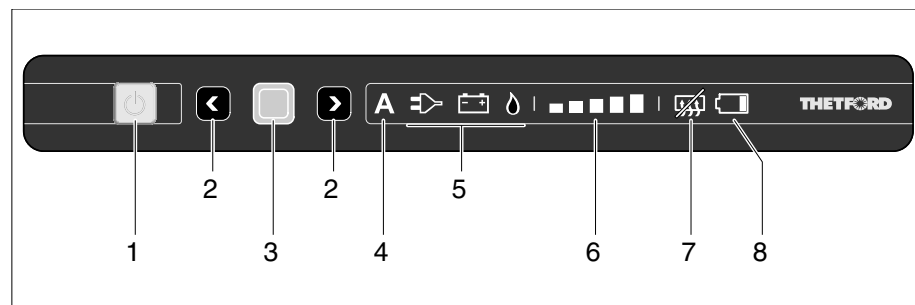

Fig. 337 Elementi di comando e di segnalazione per il frigorifero (Thetford senza SES)
- Premere il tasto (Fig. 337,1). Il pulsante si accende in verde. Premere di nuovo il pulsante per visualizzare le impostazioni correnti.
- Premere il tasto (Fig. 337,1) e tenerlo premuto. Tutte le lampade si spengono.
Se è selezionato il funzionamento automatico, nel quadro comandi sono accesi l'indicatore del funzionamento automatico (Fig. 337,4) e la miglior fonte disponibile (Fig. 337,5).
- Premere il tasto di conferma (Fig. 337,3) e mantenerlo premuto. I simboli delle modalità di funzionamento (Fig. 337,5) iniziano a lampeggiare.
- Con i tasti di selezione (Fig. 337,2) selezionare il funzionamento a gas ed applicare la selezione con il tasto di conferma (Fig. 337,3).
- Con i tasti di selezione (Fig. 337,2) selezionare il funzionamento a 230 V ed applicare la selezione con il tasto di conferma (Fig. 337,3).
- Con i tasti di selezione (Fig. 337,2) selezionare il funzionamento a 12 V ed applicare la selezione con il tasto di conferma (Fig. 337,3).
- Premere di nuovo il tasto di conferma (Fig. 337,3). L'indicatore dello stadio di raffreddamento (Fig. 337,6) inizia a lampeggiare.
- Con i tasti di selezione (Fig. 337,2) selezionare lo stadio di raffreddamento desiderato ed applicare la selezione con il tasto di conferma (Fig. 337,3).